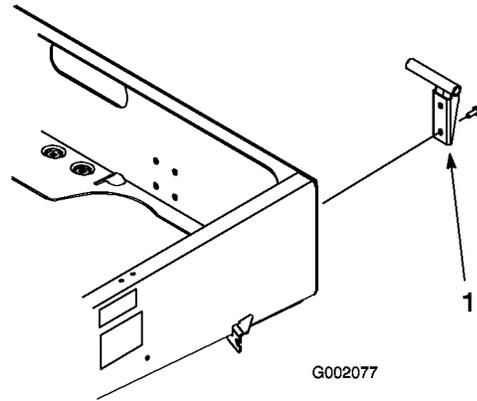

Figure 8
2. Fixez le pivot gauche à l'angle arrière gauche du châssis à l'aide de 2 vis à embase ((3/8 x 1 pouce)). Positionnez le pivot comme illustré (Figure 8).